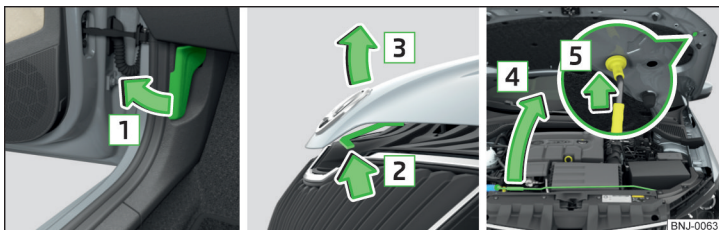

Fig. 144 Deschiderea capotei
- Trageți de maneta de deblocare de sub planșa de bord, în sensul săgeții **1** » fig. 144.
Nu ridicați niciodată capota motorului prin prindere de maneta de deblocare » fig. 144.